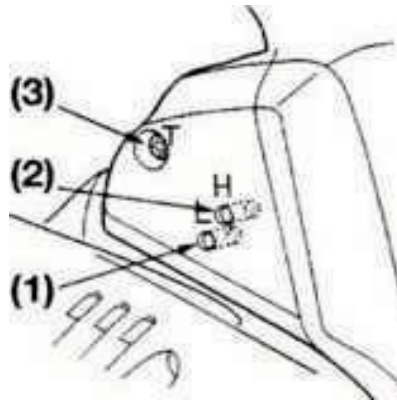

Рис.7
Усі необхідні регулювання бензопили проводяться на заводі. За допомогою основних гвинтів жиклерів L,H (1; 2 - рис.7) карбюратора встановлюється оптимальна потужність, розгінна здатність та стале число холостих оборотів двигуна. Під час реальних умов експлуатації може знадобитися деяке додаткове регулювання.
1. Якщо двигун зупиняється на холостих обертах, то необхідно закручувати гвинт "Т" (3 - рис.7) за годинниковою стрілкою, поки ланцюг не почне рухатися.